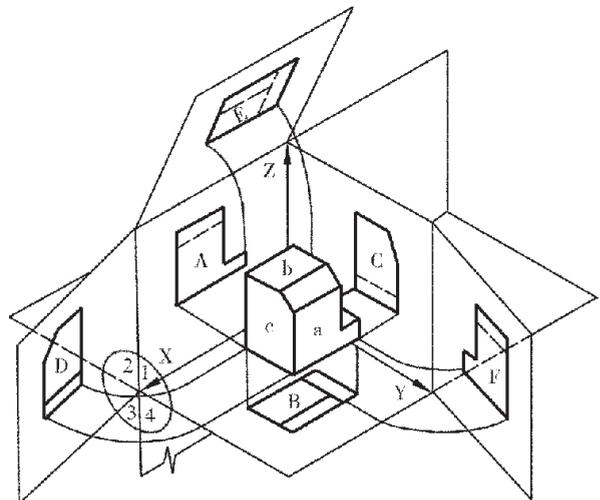
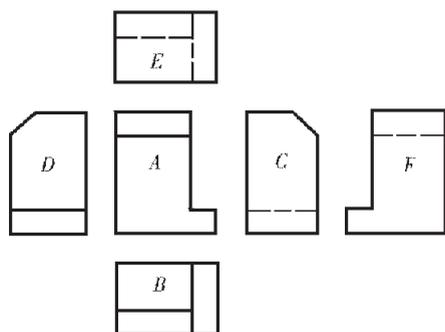

图 2
图 3
1.2.1.2 六个基本投影面的展开方法见图 2。各视图的配置见图 3。
1.2.1.3 在同一张图纸内按图 3 配置视图时，一律不注视图的名称。
1.2.1.5 如不能按图 3 配置视图时，根据专业的